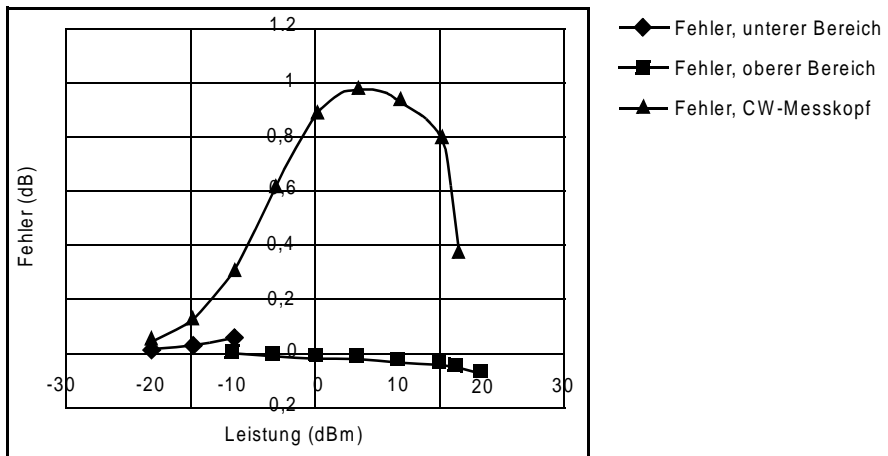
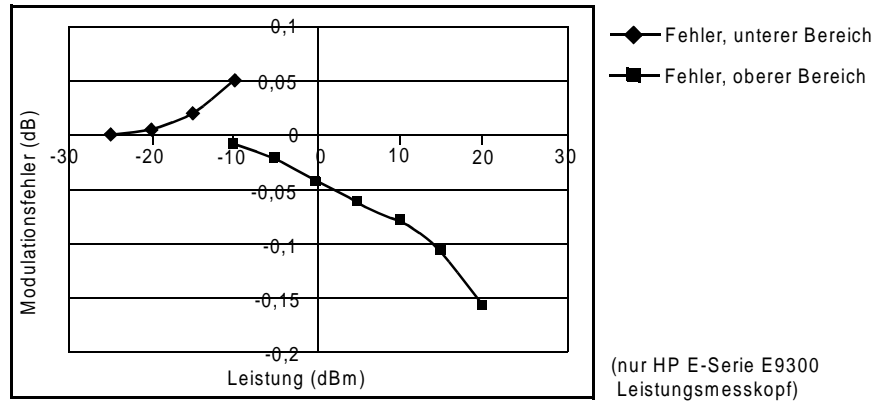

Abbildung 6
Abbildung 7 CDMA (IS-95A): 9Ch Fwd
Abbildung 6 und Abbildung 7 sind die bei Messungen von CDMA-Signalen typischen Ergebnisse zu entnehmen. In diesen Beispielen erfolgt die Fehlerbestimmung durch Messen der Quelle an der untersuchten Amplitude mit und ohne CDMA-Modulation. Die Dämpfung wird solange verstärkt, bis sich der Unterschied zwischen den beiden Werten nicht weiter ändert. Am Dauerstrichmesskopf (CW) in Abbildung 6 werden Korrekturfaktoren eingesetzt, um für außerhalb seines quadratischen Einsatzbereichs liegende Leistungsebenen zu kompensieren.